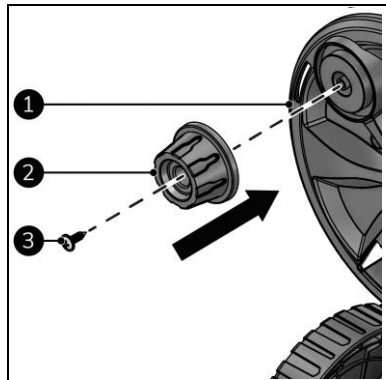

Abbildung 10
1. Befestigen Sie den Griff (Abbildung 10, Pos. 2) mit der ST4,8x16 Schraube (Abbildung 10, Pos. 3) an der Hochdruckschlauchtrommel (Abbildung 10, Pos. 1).